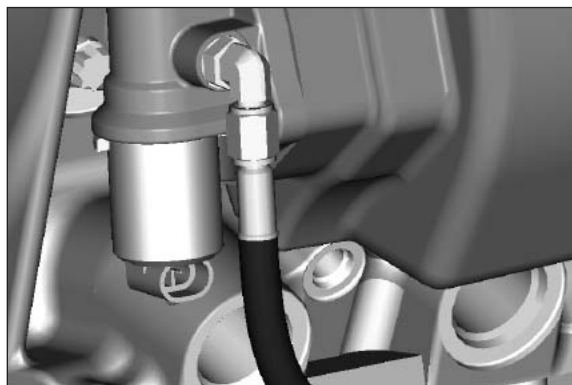

Fig. 9
8. Ensamble correctamente la línea de alta presión a la válvula. Apriete la conexión del extremo de la manguera 2 vueltas más que con los dedos (Fig. 9).